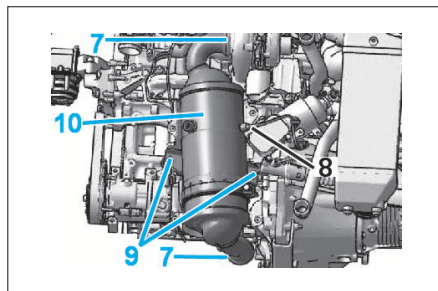

FIG. 63
- les colliers (7) du filtre à particules (Fig.63)
- la sonde à oxygène (8)
- les vis de fixation (9) du catalyseur/filtre à particules
- l'ensemble catalyseur/filtre à particules (10).